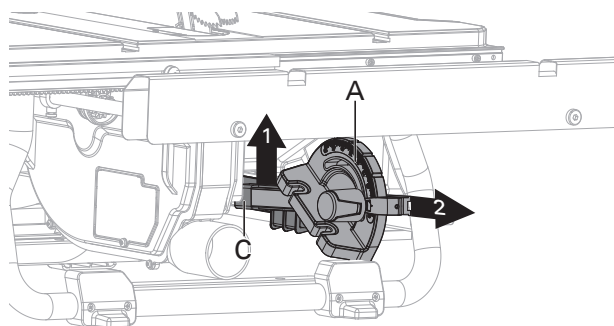

Fig. 13a
**INSTALACIÓN DEL CARTABÓN DE INGLETE (FIG. 13a-13b)**